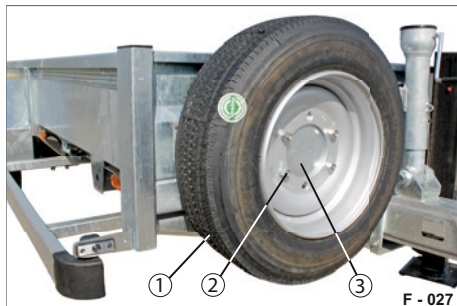
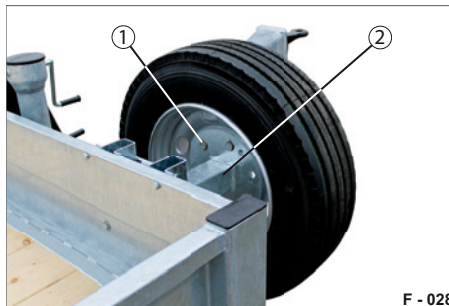

Abb. 58 Reserverad an der Stirnbordwand
Abb. 59 Reserverad an der Stirnbordwand
- ▶ Schrauben Sie alle 4 Muttern (Abb. 58/2) ab. Halten Sie das Reserverad dabei fest.
- ▶ Nehmen Sie das Reserverad, im 2-Mann Betrieb, von der Halterung (Abb. 58/3) ab. Benutzen Sie ggf. ein Hilfsmittel dazu.
- ▶ Setzen Sie das Reserverad (Abb. 58/1), im 2-Mann Betrieb, auf die Bolzen (Abb. 59/1) der Halterung (Abb. 59/2) auf.
- ▶ Schrauben Sie das Reserverad mit min. 4 Muttern (Abb. 58/2) fest an.